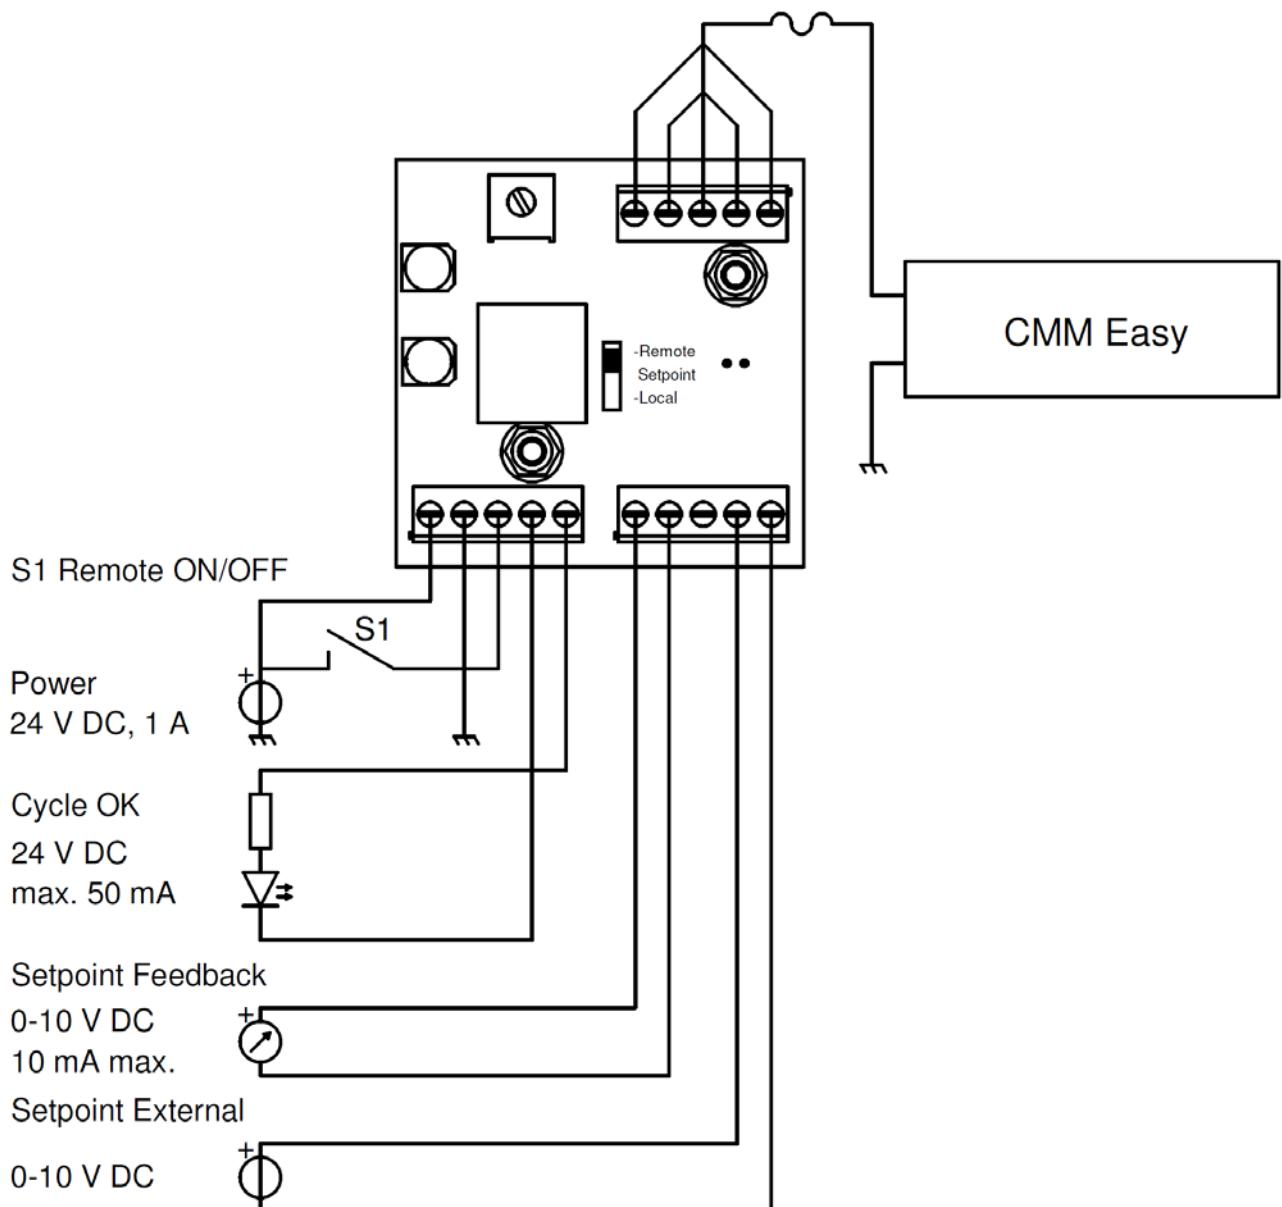

Afbeelding 7, bedradingsschema External Control Kit met Local Setpoint
- Voor gebruik met Local Setpoint (draaiknop Control Kit): Sluit de Control Kit aan volgens afbeelding 7.